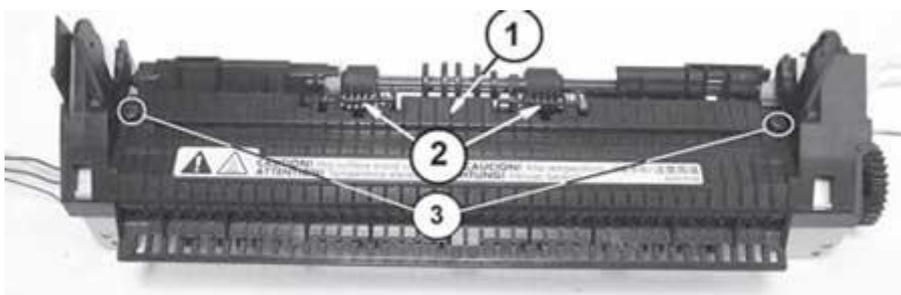

Рис. 11. Состав узла термозакрепления в сборе с выходным валом транспорта бумаги
- защитный кожух (рис. 11, поз. 1);
1. Располагают узел защитным кожухом к себе. Откручивают два винта крепления кожуха (рис. 11, поз. 3). Приподнимают дальнюю сторону кожуха немного вверх и, перемещая к себе, снимают его в сборе с прижимными роликами.